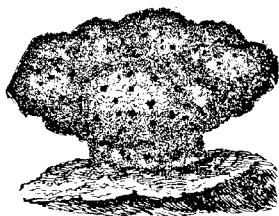

Fig. 134. Eponge commune.
**Origine.** — Les éponges proviennent d'animaux inférieurs, dits *spongiaires*, qui vivent au fond des mers. Un spongiaire est constitué par une masse de fibres entrecroisées, percée de trous nommés *pores* et *oscules* (fig. 134). Cette masse, à l'état vivant, est entourée d'une matière onctueuse qui se putréfie facilement et que l'on enlève par un battage après la pêche; quelquefois l'intérieur est parsemé de fines aiguilles calcaires ou siliceuses, mais alors l'éponge est dure et sans usage.
nettoyage; elle est grosse, de forme irrégulière (fig. 134), à trous inégaux et de couleur variable. Les plus répandues sont dites de Barbarie, de Marseille et de Gerby ou Zerby.